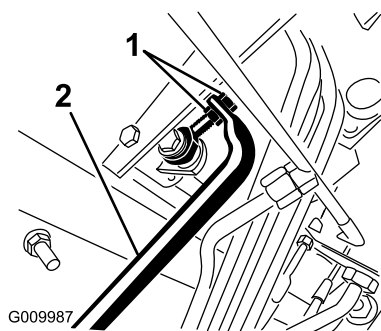

Figure 52
5. Ajustez les écrous de blocage à l'extrémité de la tige de la pompe pour avancer le tube de commande et éliminer le déplacement en marche avant, ou pour reculer le tube et éliminer le déplacement en marche arrière (Figure 52).